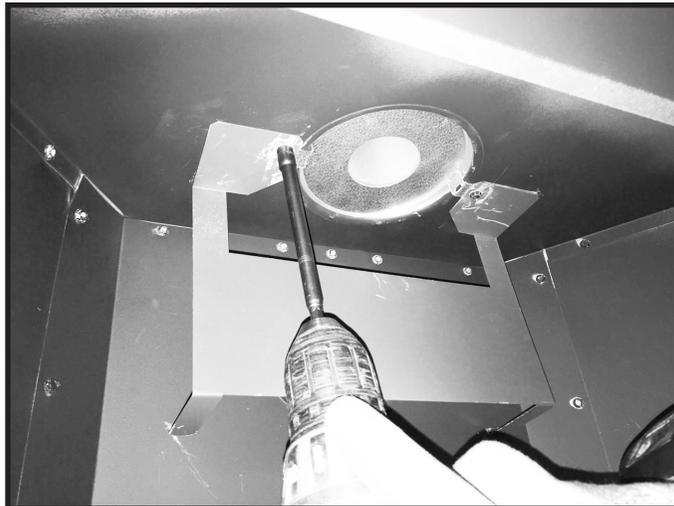

Figure 4.16 Course verticale de 31 à 60 pi
- Le déflecteur du conduit d'évacuation supérieur sera retourné pour l'installation des courses d'évacuation verticales de 31 à 60 pi. Voir la Figure 4.16